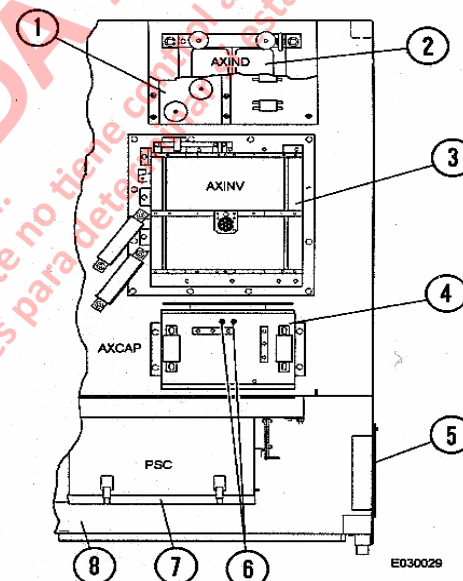

FIGURA 3-2 DISPOSITIVOS DE CONTROL DEL SOPLADOR
No intente realizar reparaciones al Soplador Auxiliar hasta no haber verificado que el sistema esté sin energía, revisando que no estén encendidos los LEDs de Enlace del Módulo del Soplador (6, Figura 3-2) en la parte superior del AXCAP.
5. Los motores del soplador, gabinete de control y cables de potencia que conectan estos dispositivos pueden ser aún inseguros. Para establecer que estos dispositivos sean seguros, espere aproximadamente 15 minutos, abra la cubierta del gabinete de control superior e inspeccione las luces rojas (6, Figura 3-2) en el panel de control del soplador (AXCAP) (4). Si estas luces están apagadas, el sistema del soplador, los cables de potencia del soplador y el resto del gabinete de control son seguros para trabajar. El tiempo normal de desenergización es de 10-15 minutos.
SI LAS LUCES ROJAS (6, FIGURA 3-2) EN EL PANEL DEL CAPACITOR DEL SOPLADOR (AXCAP) (4) ESTAN ENCENDIDAS DESPUES DE SEGUIR EL PROCEDIMIENTO ANTERIOR, SE HA PRODUCIDO UNA FALLA. (EL TIEMPO NORMAL DE DESENERGIZACION ES DE 10-15 MINUTOS).